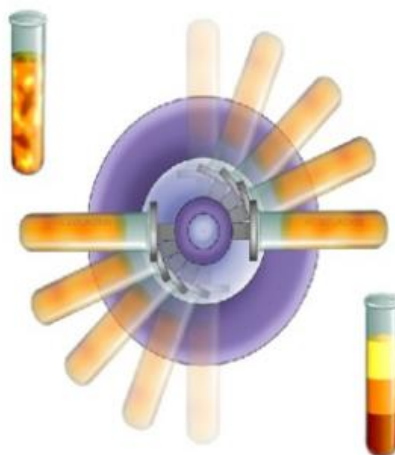

Рис. 17. Схема центрифугирования
**Центрифугирование.** Для ускорения разделения твердой и жидкой фаз применяют центрифугирование (рис. 17).